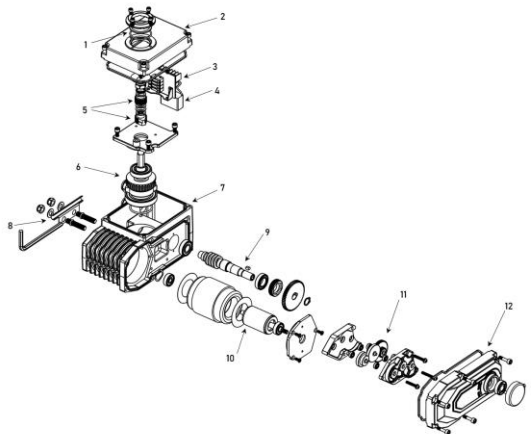

Рис.1
2.2. Детализировка электропривода Рис.1.